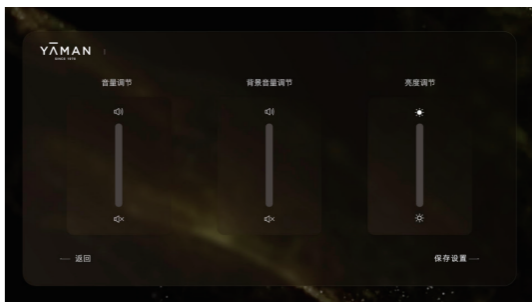

图5-1：参数调节页面
- 通过前期询问用户需求，调节仪器参数（音量/背景音量调节/亮度调节），并保存设置（如图5-1）。